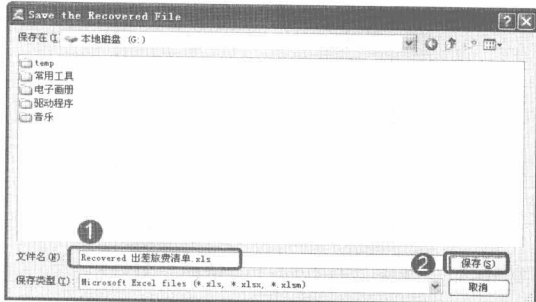

图 10-36 Save the Recovered File 对话框
步骤(3) 修复完成后, 会弹出一个对话框要求保存恢复后的文件, 将恢复完成的文件另存即可(如图 10-36 所示), 操作完成后就可以用 Excel 将该文档重新打开和编辑了。